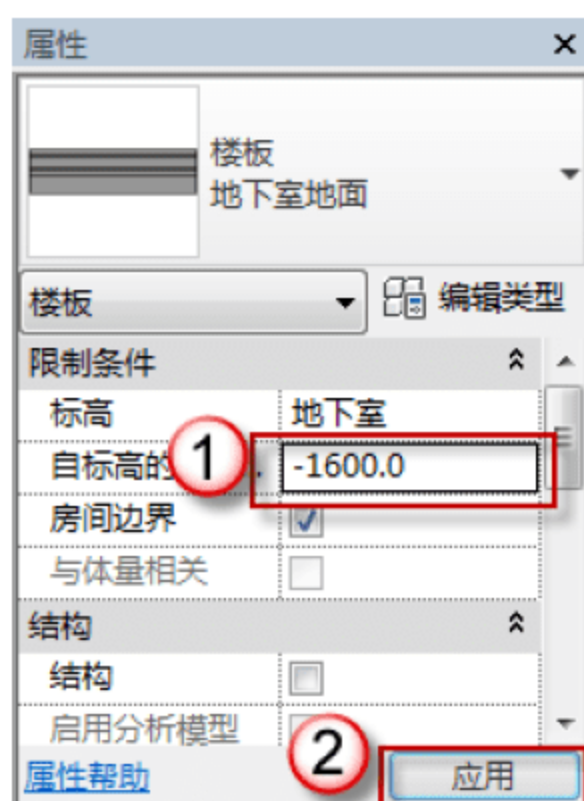

图 9.2.31 设置排水井地面属性
(9) 设置“2500×1500×1600 排水井”的属性。在“属性”面板中选择“楼板：地下室地面”，在“自标高的高度偏移”中输入“-1600”字样，单击“应用”按钮，如图 9.2.31 所示。